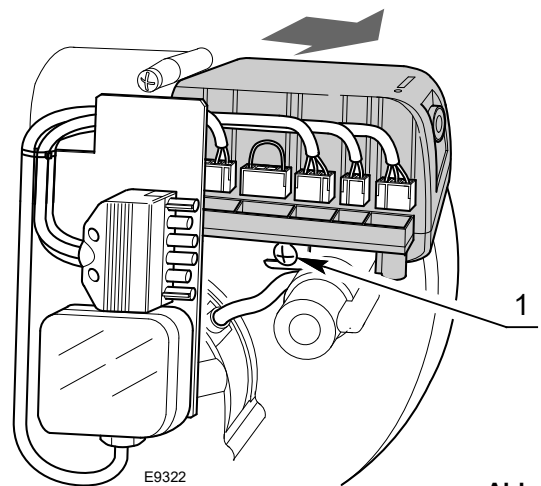

Abb. 15
- alle an ihm angeschlossenen Verbinder, den 6-poligen Stecker, die Hochspannungskabel und den Erdleiter (TB) abnehmen;
- die Schraube 1)(Abb. 15) abschrauben und das Steuergerät in Pfeilrichtung ziehen.
- die Schraube 1)(Abb. 15) mit einem Anzugsmoment von 1 ÷ 1,2 Nm anschrauben;